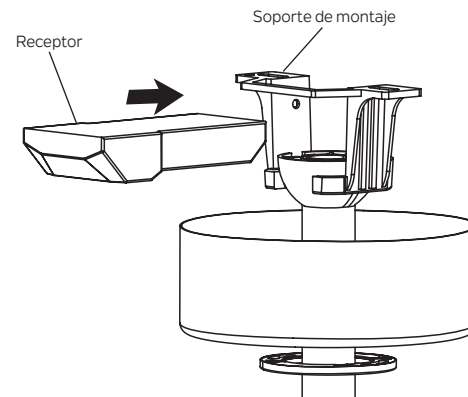

Figura 15
Paso 1. Inserte el receptor en el soporte de montaje, con el lado plano orientado hacia el techo. (Figura 15)